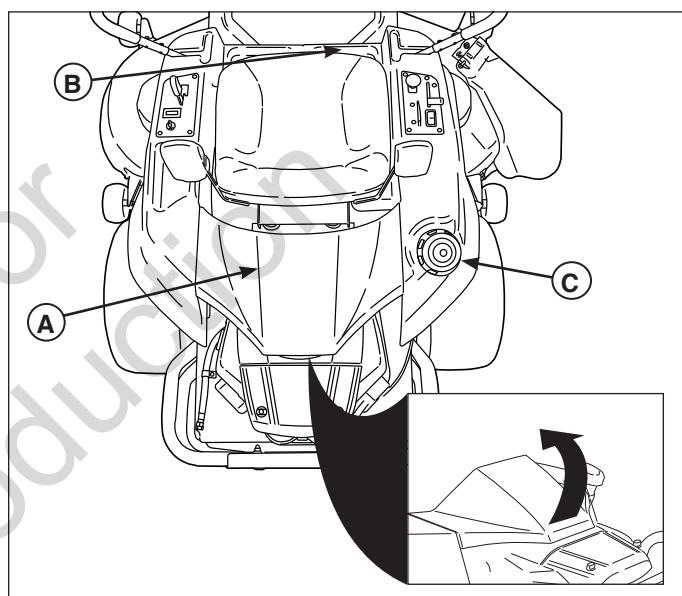

Figura 1. Verificaciones prearranque
- Constate que el cigüeñal esté lleno hasta la marca de lleno en la varilla medidora de aceite de motor (A, Figura 1 - ubicada debajo de la tapa del motor). Consulte el Manual del Operador del motor para instrucciones y recomendaciones sobre el aceite.
- Ajuste la posición del asiento (B), y asegúrese de poder alcanzar todos los controles desde la posición del operador.
- Llene el tanque de combustible (C) con combustible nuevo. Consulte el manual del propietario del motor para recomendaciones sobre el aceite.